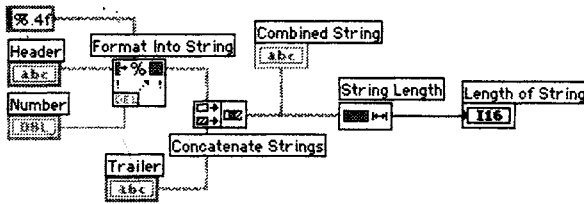

Рис. 9.14
2. Постройте блок-диаграмму, как показано на рис. 9.14. Функция **Преобразовать в строку** преобразует заданное число в строку смешанного формата с четырьмя знаками точности.